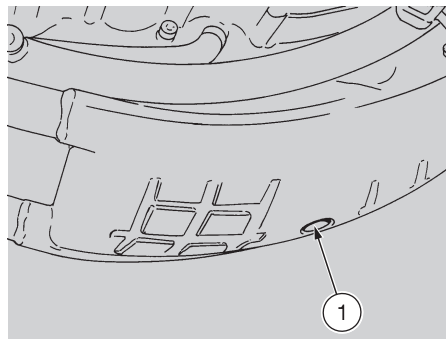

Fig. 28
- ◆ Togliere il tappo di scarico (1 Fig. 28), posto sul fondo del basamento (un apposito foro è stato predisposto sulla marmitta di scarico).
- ◆ Controllare la rondella di tenuta del tappo di scarico (1 - Fig. 28) e riavvitare.